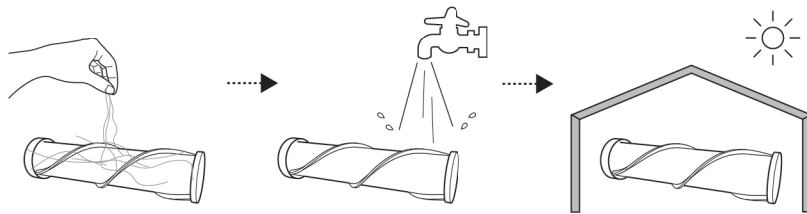

FIG. 21
4. Wyczyść szczotkę obrotową za pomocą nożytek lub innych narzędzi, oplucz, a następnie pozostaw do wyschnięcia na powietrzu (RYS. 21)